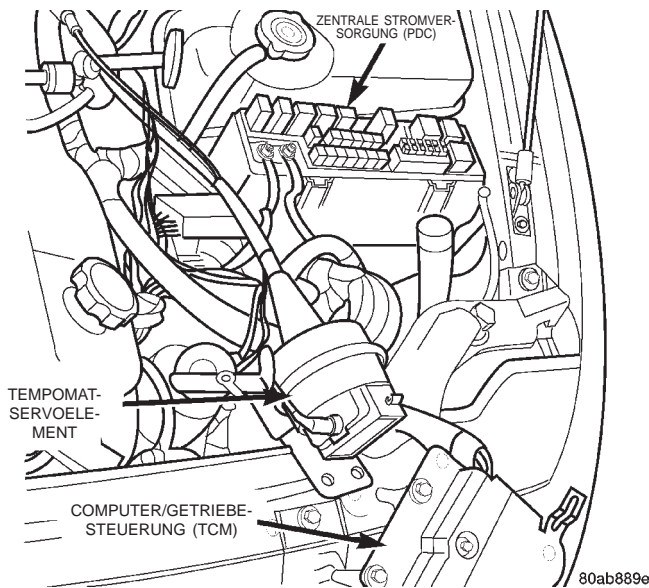

Abb. 27 Lage des Computers/Getriebesteuerung (TCM)
- (2) Kabelbaum aus dem Weg schwenken.
- (3) Einfüllstutzen des Vorratsbehälters der Scheibenwaschanlage abbauen.
- (4) Computer/Getriebesteuerung (TCM) abbauen (Abb. 27).
- (5) PCM abbauen.
- (6) Die beiden 40-poligen Steckverbinder des PCM abziehen.